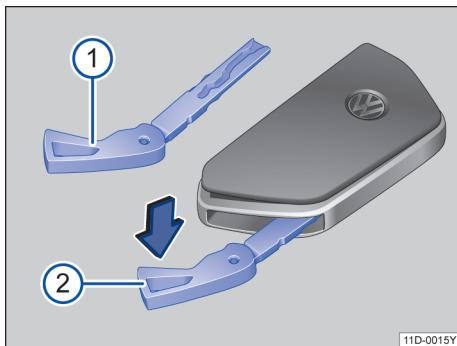

图 49 汽车钥匙：打开电池盒盖板
- 取出应急钥匙→图 49①→第 55 页。
- 将应急钥匙插入开口中→图 49②，沿箭头方向按压应急钥匙并撬出盖板。
- 将盖板按压到壳体上→图 49。